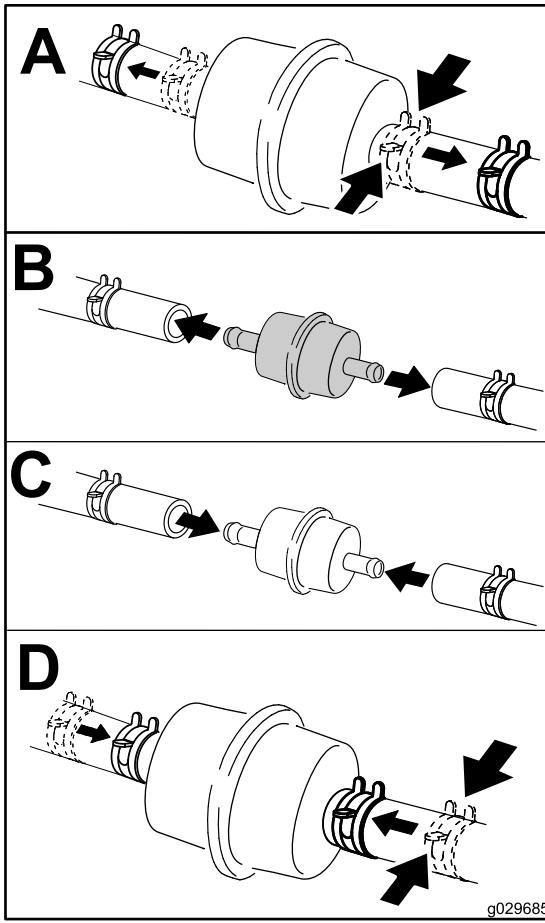

Рисунок 42
- Подставьте под топливный фильтр чистую емкость и замените топливный фильтр, как показано на Рисунок 42.